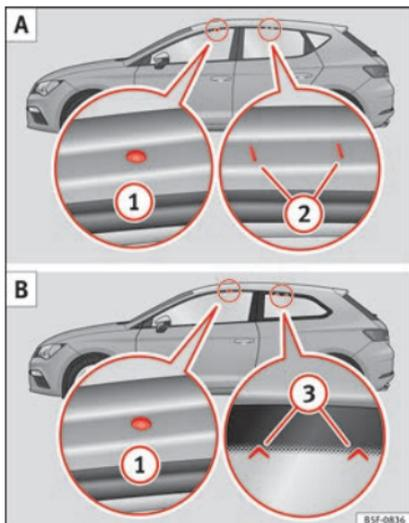

Fig. 183 Leon/Leon SC : points de fixation des barres longitudinales pour la galerie porte-bagages du toit.
Les points de fixation avant et arrière (1) et (2) peuvent uniquement se voir avec les portes ouvertes » **fig. 183 A**.
Les points de fixation avant (1) sont uniquement visibles lorsque les portes sont ouvertes. Les points de fixation arrière (3) sont marqués sur le bord supérieur de la vitre latérale avec les pointes de flèche » **fig. 183 B**.